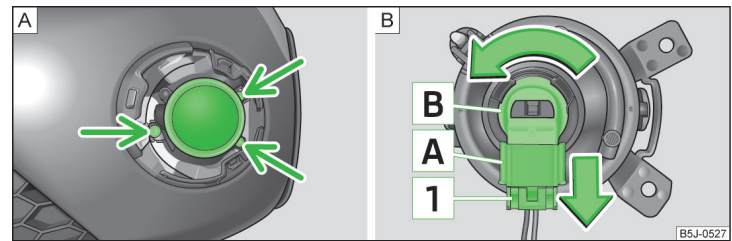

Abb. 160 Vorderer Stoßfänger: Nebelscheinwerfer / Nebelscheinwerfer: Glühlampe wechseln
- › Mit dem Schraubendreher **› Seite 164, Bordwerkzeug** die Schrauben **› Abb. 160 - A** herausdrehen.
- › Die Sicherung **1** **› Abb. 160** des Steckers **A** drücken und den Stecker aus der Fassung **B** herausziehen.